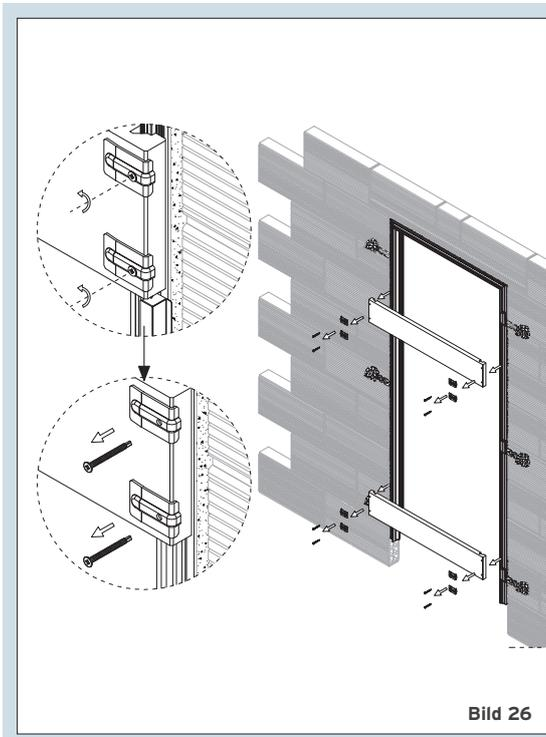

Bild 26
5. Aussteifer erst nach kompletter Verankerung und Aushärtung des Zementmörtels und Montageschaums entfernen. (**Bild 26**).